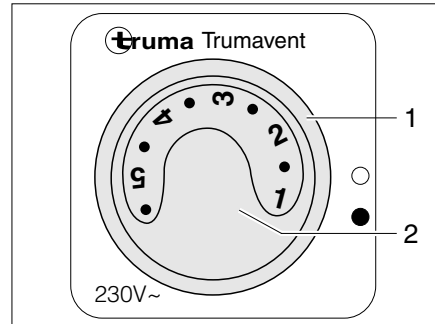

Bild 109 Bedienschalter für Umluftgebläse (230 V)
- Den Drehschalter (Bild 109,1) auf "●" stellen.
- Mit dem Drehknopf (Bild 109,2) die gewünschte Leistung des Umluftgebläses einstellen.
- Den Drehschalter (Bild 109,1) auf "○" stellen.